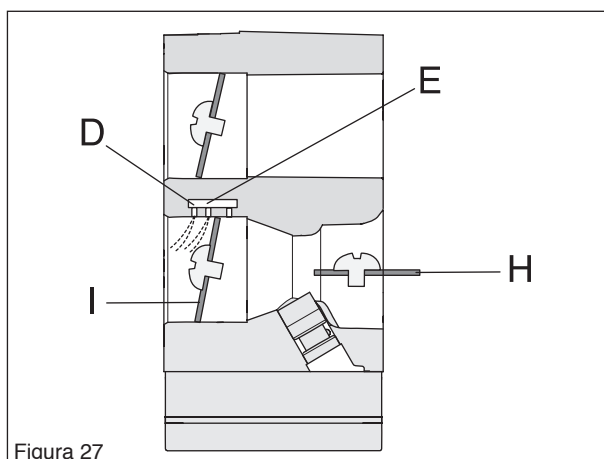

Figura 27
En la posición de aceleración parcial, la mariposa de aceleración (I) está parcialmente abierta y la mariposa de estrangulación (H) está abierta. Se alimenta combustible por los difusores (D y E). La mariposa de aceleración (J) empieza a abrir. (Ver la figura 27.)